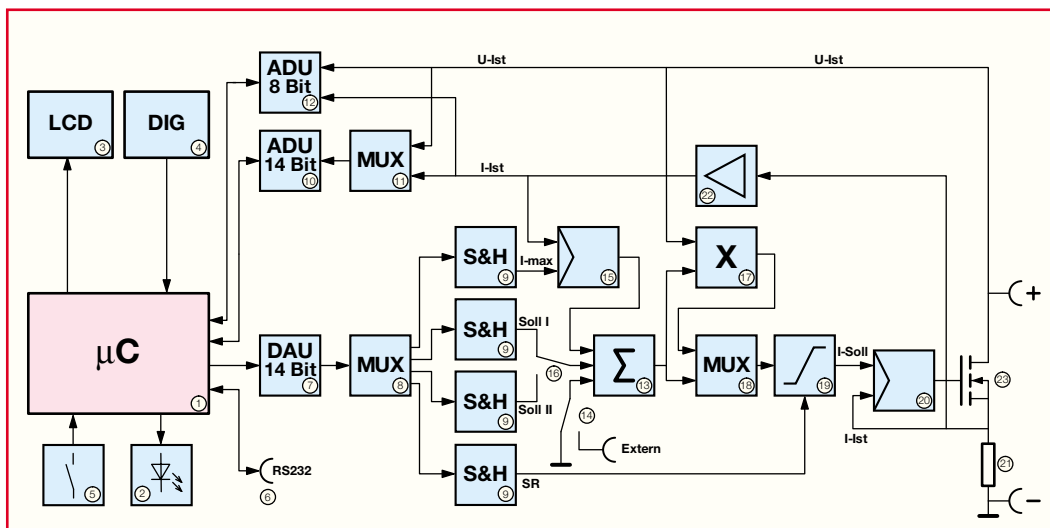

Bild 4: Blockschaftbild der EL 9000
Das Blockschaftbild (Abbildung 4) zeigt den prinzipiellen Aufbau der EL 9000. Zentrales Steuerelement ist der Mikrocon­troller (1). Er ermöglicht über die Leuchtdioden (2), das Display (3), den Drehimpulsgeber (4) und die Taster (5) die Interaktion zwischen Gerät und Bediener. Über die galvanisch getrennte RS-232-Schnitt­stelle (6) ist der Anschluss an einen PC möglich.